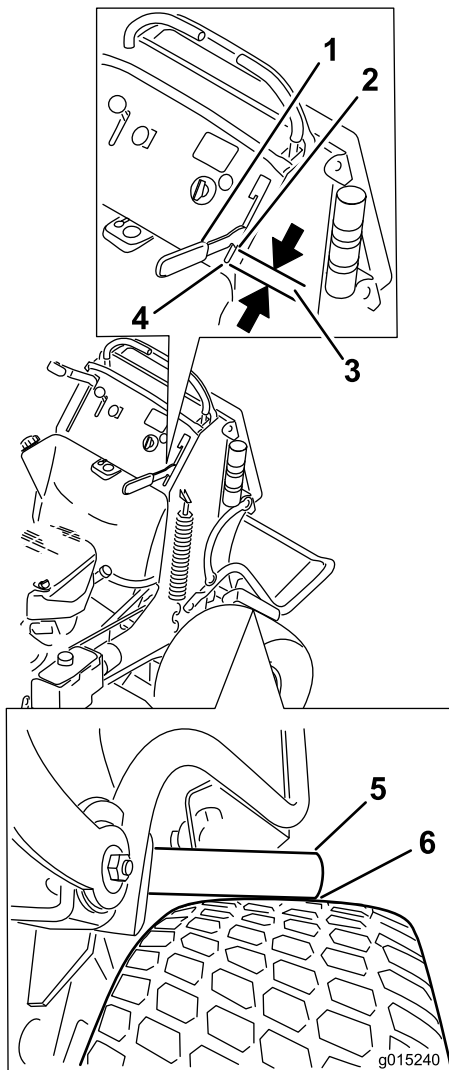

Figure 71
4. Engagez le levier de frein jusqu'à ce que les barres touchent juste le pneu (Figure 71).
5. Mesurez la distance entre l'avant du levier manuel et l'extrémité de la fente dans le panneau de commande lorsque la barre de frein rencontre le pneu (Figure 71).